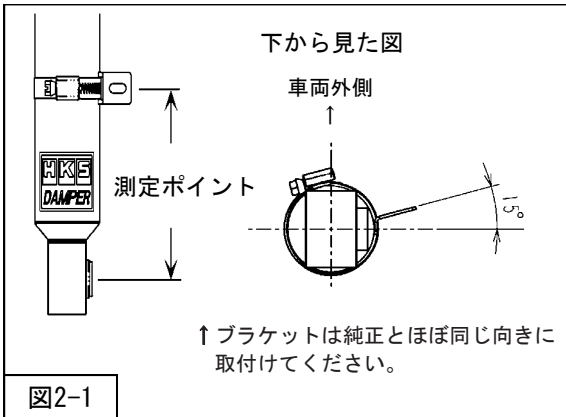

図2-1
- ・測定ポイントが純正サスペンションと同じ距離・位置になるようにフロントサスペンションASSYに固定してください。(図2-1)
③フロントサスペンションASSYアッパー取付ナット